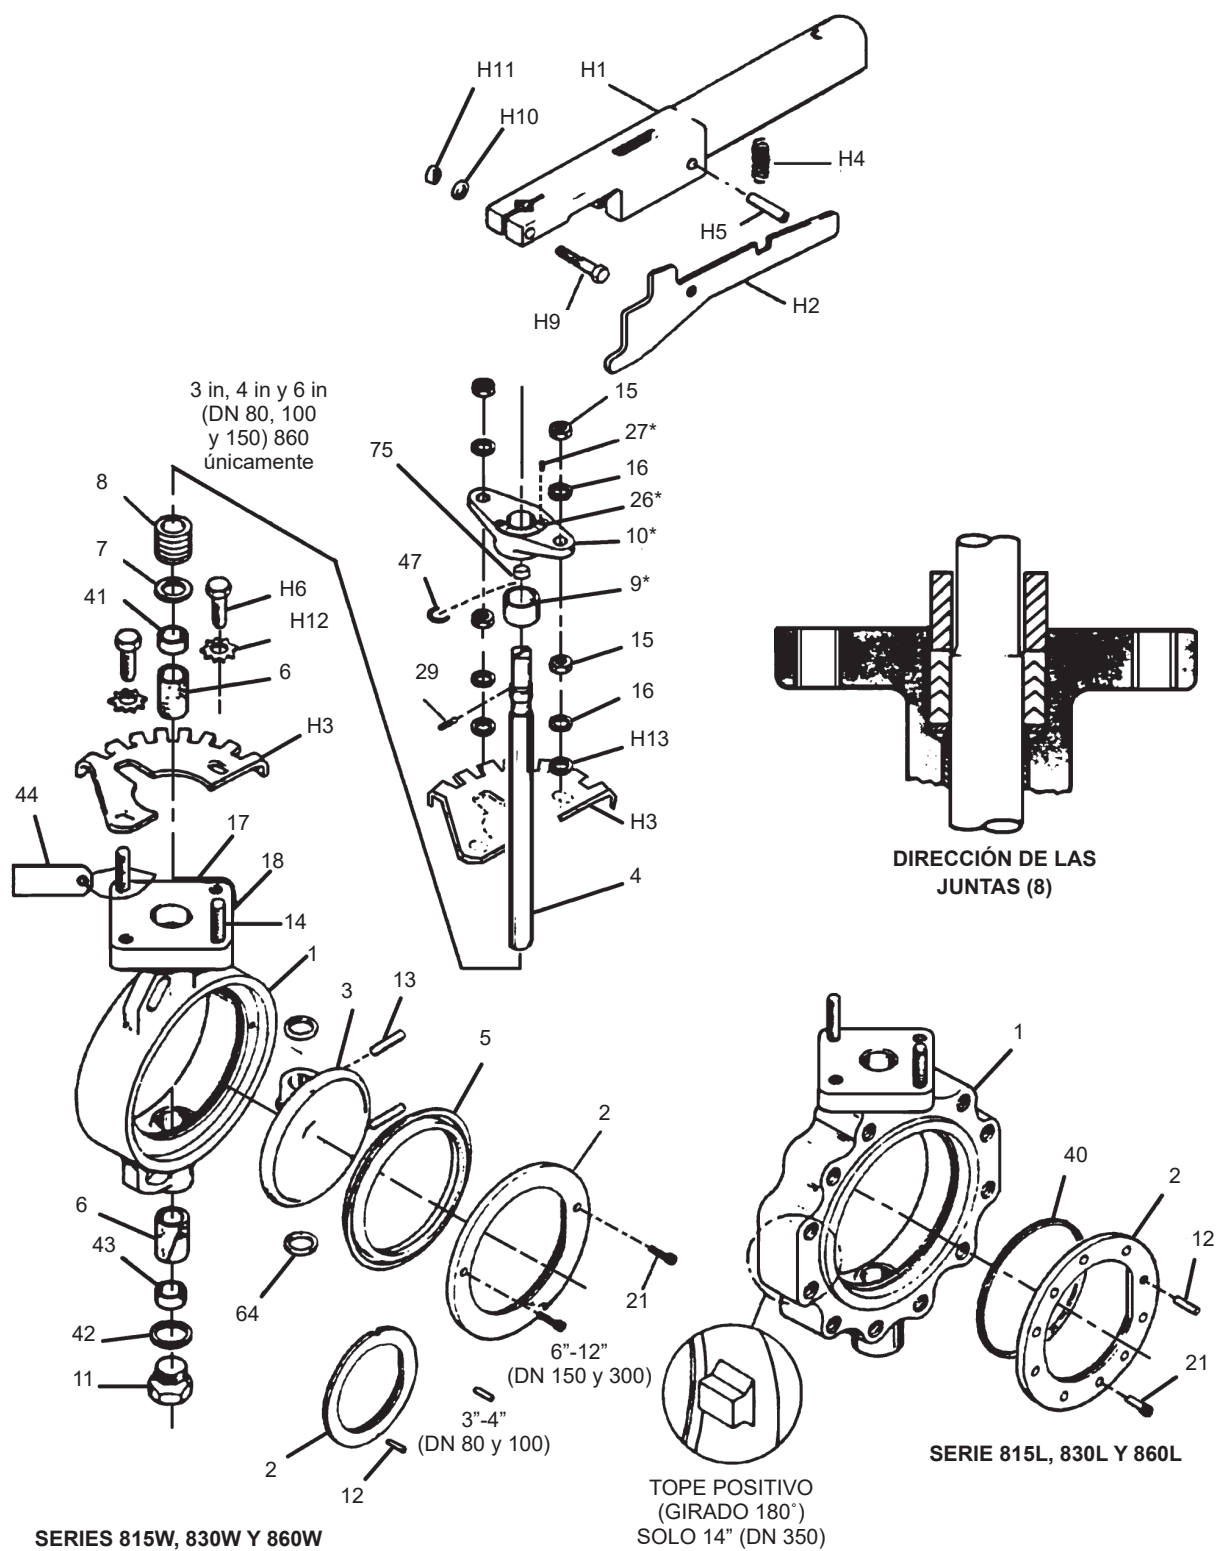

Figura 18
3. Si el mando (H1 en la **figura 18**) se ha retirado de la válvula, vuelva a instalarlo en el cuadrado de accionamiento del eje y apriete la tuerca (H11). El mando debe instalarse de tal forma que quede en paralelo con el disco (3) para proporcionar indicación visual de la posición del disco cuando se vea desde una distancia. Con la pestaña de bloqueo del mando en la última muesca (cerrada) de la placa de trinquete, gire la placa de trinquete en sentido horario (visto desde arriba del mando) hasta que la pestaña de bloqueo la detenga. Ahora el conjunto de disco y mando queda ligeramente atrapado entre el inserto y la placa de trinquete.
4. Apriete las dos tuercas (15) y dos tornillos (H6) que sujetan la placa de trinquete.
- De la **Figura 18**, se requiere el número de pieza resaltada en un círculo, el nombre de la pieza y la cantidad.